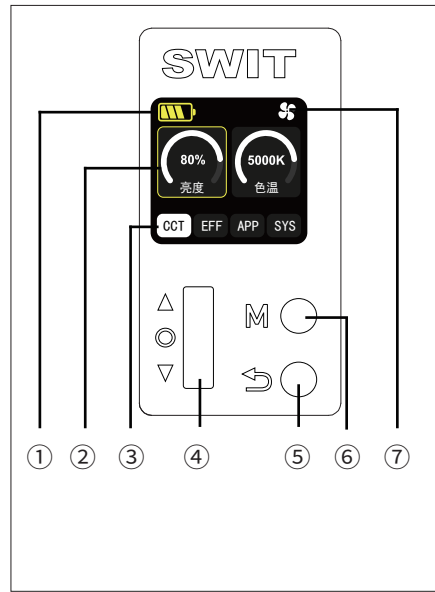

图7 控制面板
- 5) 按压旋转编码器(图7 ④)，按"**SYS**"→"**升级**"→"**是**"路径进行固件升级；
- ▶ 按压"**M**"按键(图7 ⑥)，按"**SYS**"→"**固件版本**"路径查看本机固件版本，若版本号与升级包版本号一致，则表示固件升级成功；
- 1) 按压返回键(图7 ⑤)退出当前界面，重复【固件升级步骤】步骤4)，直至升级成功；